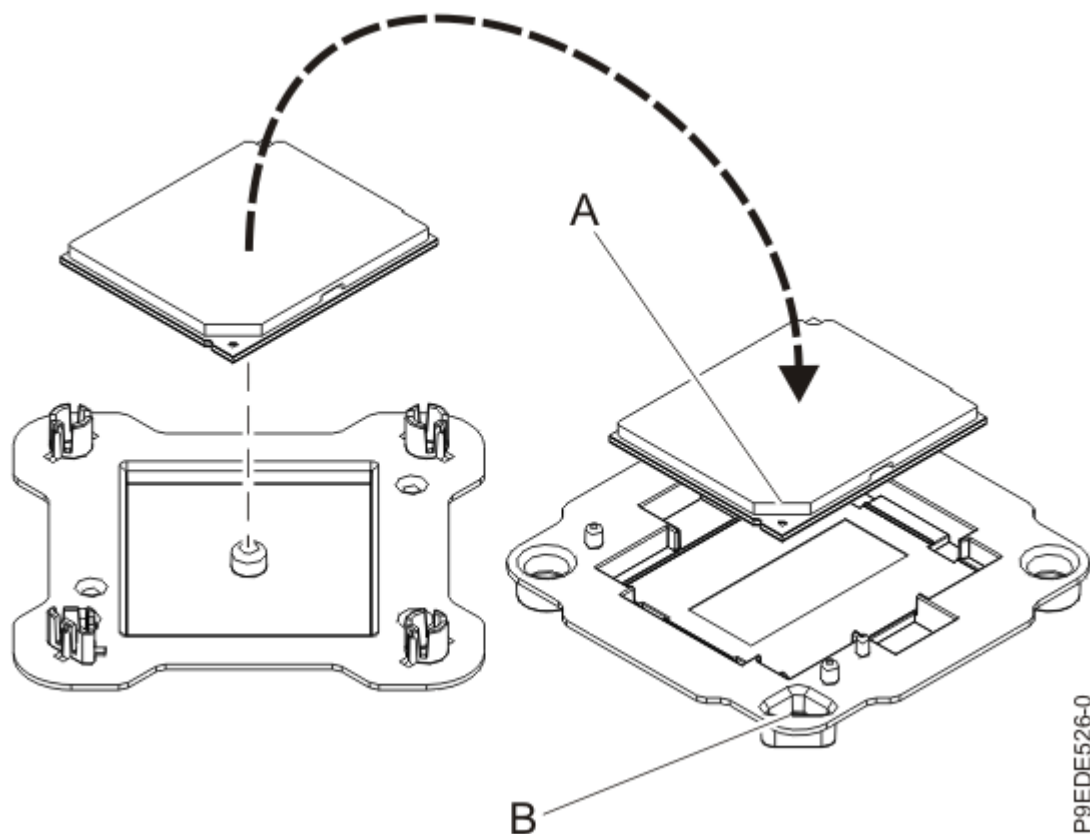

Figura 22. Colocación del módulo del procesador del sistema en el empaquetado
6. Sujete por los bordes con cuidado el módulo del procesador del sistema que ha sustituido y levántelo de la cubierta del desactivado. Alinee la esquina biselada del módulo **(A)** con la esquina del empaquetado con el triángulo **(B)** y colóquela en el empaquetado, como se muestra en la Figura 22 en la página 25. Cierre la cubierta de empaquetado.